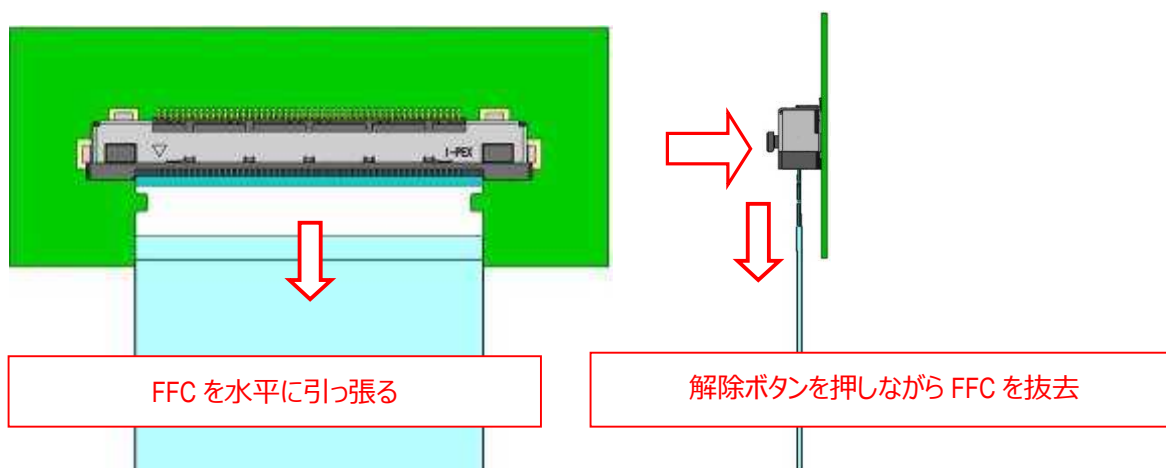

図. 3-3 FFC 抜去方法 2
- ② 図 3-3 の様に、解除ボタンを押したまま FFC を嵌合間口に対し水平に引き抜く。